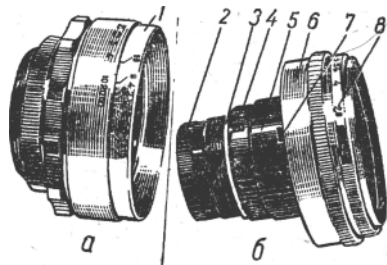
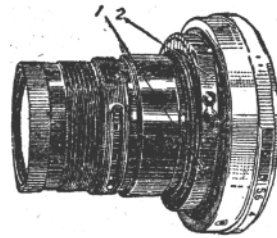

Рис. 300. Разобранный объектив:
Рис. 301. Детали механизма
Устройство и разборка объектива. Объектив состоит из оправы-блока б (рис. 300), где помещены все оптические детали и диафрагма и наружной оправы я, с помощью которой происходит осевое перемещение оправы-блока. Оправа-блок закручена на резьбе (плотно) и стопорным винтом не фиксируется. Чтобы ее вывинтить, нужно держать левой рукой за рифленые углубления на оправе, а правой — поводок и установочное кольцо диафрагмы.
Оправа состоит из основания и тубуса, соединенных при помощи многозаходных резьб и направляющего винта, движущегося в пазе основания. Если снять кольцо со шкалой глубины резкости 1 (рис. 300,а), станут видны многозаходные резьбы. Кольцо 1 укреплено тремя стопорными винтами, которые можно увидеть, установив оправу в положение «0,5 м».
гайку, на которой есть два шлица. Задний компонент 2 (рис. 300,б) легко отвинчивается рукой.
Диафрагма выполнена, как в других объективах (см. стр. 37). Добавился только механизм фиксации и предварительной установки диафрагмы, который устроен так: Поводок диафрагмы 6 укреплен тремя стопорными винтами, отвинтив которые можно снять поводок. Затем, не производя дальнейшую разборку, можно осмотреть и разобраться в принципе работы механизма. Установив кольцо 5, например, в положение «8» поворачивают кольцо диафрагмы 5 и следят за винтом 7, который, дойдя до пружины 2 (рис. 301), останавливает движение кольца 5 (рис. 300,б). Чем дальше повернуто кольцо 5, тем меньший поворот может сделать кольцо 5. При диафрагме «2» кольцо 5 совсем не поворачивается. Чтобы увидеть механизм фиксации, нужно снять кольцо 5. Для этого отвинчивают винт 4, который соединяет кольцо 5 с коронкой диафрагмы, и отвинчивают кольцо, сделав предварительно метки на кольце возле винта 4 и рядом на основании блока. Это делают, чтобы легко было установить кольцо при сборке.
При снятом кольце 5 полностью видна пружина 2 (рис. 301), под фигурным окончанием которой расположен цилиндрический ролик. Поворачивая поводок 8 (рис. 300,б), можно увидеть работу этого механизма. Движение кольца, на котором укреплен поводок 5, ограничивается винтом 1 (рис. 301).
Юстировка объектива. «Гелиос-44» применяется как основной и как сменный объектив. Если «Гелиос-44» применяется как основной и единственный объектив, то его юстировка выполняется аналогично юстировке объектива аппарата «Зенит» (см. стр. 321). Если же «Гелиос-44» устанавливается как сменный объектив, нарушать юстировку камеры с объективом «Индустар-50» нельзя, а следует произвести (если она требуется) юстировку объектива «Гелиос-44». Делают это так. Вывинчивают блок объектива (см. выше), на котором имеются котировочные кольца 3 (рис. 300,б) и, изменяя их толщину, добиваются такой посадки блока, чтобы при наводке по видоискателю-дальномеру на бесконечно удаленный предмет шкала расстояний оправы объектива также установилась в положение «∞».
Правильное положение наружных деталей блока легко установить, совместив красные точки (индексы), которые имеются на переднем фланце и кольце 8 (рис. 300,б).
2. Туго вращается оправа объектива. Нужно вывинтить блок и снять кольцо 1 (рис. 300,а) или, не вывинчивая его, освободить три стопорных винта и снять кольцо с рифлеными углублениями. При этом станут видны многозаходные резьбы, которые нужно смазать часовым маслом.
мотреть состояние винта 7 (рис. 300,6) и пружины 2 (рис. 301).